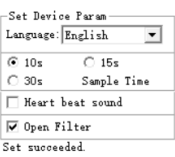

Figura 4.10
- Impostazione dei parametri del dispositivo: L'utente può impostare la lingua e il tempo di campionamento. L'interfaccia visualizzata una volta che l'impostazione è stata completata correttamente viene mostrata nella Figura 4.10.